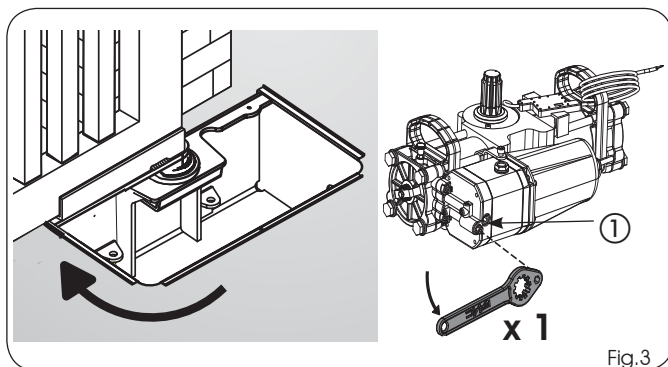

Fig. 3
- 2) En consultant les instructions du chapitre 7.1, intervenir sur le déblocage hydraulique de l'opérateur en tournant le levier (Fig. 1 réf. ⑥) ou en intervenant avec la clé spécifique (Fig. 1 réf. ⑩) sur la vis de déblocage (Fig. 3 réf. ①).